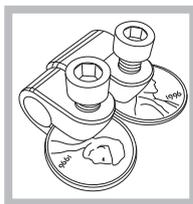

Figure 8
4. En cas de difficulté d'installation des fixations, utilisez « l'astuce de la pièce de monnaie » (figure 8) :